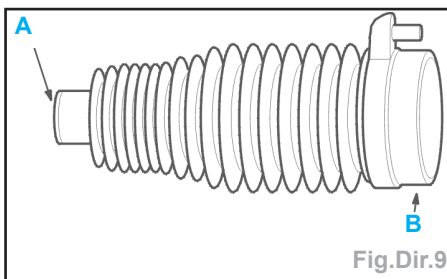

Fig.Dir.9
- les portées (A et B) du soufflet de crémaillère (Fig.Dir.9),